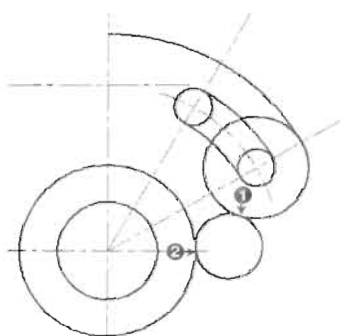

图 4-201
(11) 执行“绘图>圆>相切、相切、半径”菜单命令, 绘制半径为 7 的圆, 然后对图形进行修剪, 效果如图 4-201 所示, 命令执行过程如下。